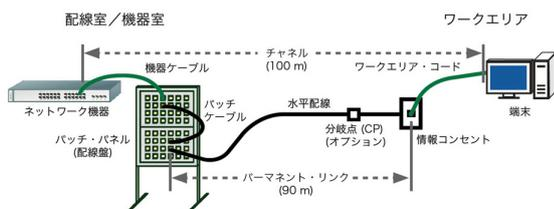
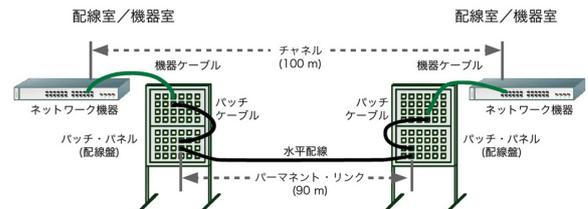

図 1: 情報コンセントを含む構内情報配線システムの一般的な形態例
図 2: パッチ・パネル間の構内情報配線システムの一般的な形態例
JIS や TIA、ISO で規定されている構造化情報配線システムの配線構成の定義には次の図 1 と図 2 に示すような接続形態が定義されています。
図 1 は、分岐点 (CP) および情報コンセント (JIS での端末機器アウトレットに相当) を含む一般的な構造化情報配線システムの形態例で、図 2 は、パッチ・パネル間を接続する構内情報配線システムの形態例を示します。そして、図 9-1 と図 9-2 のそれぞれにはパーマネント・リンクとチャンネルと呼ばれる定義区間があります。
これらの接続形態は、JIS ではサブシステムと呼ばれ、実際の配線システムは、図 9-1 のサブシステムだけか、あるいは、図 1 のサブシステムが図 2 の単数または複数のサブシステムと組み合わせられたものとなります。